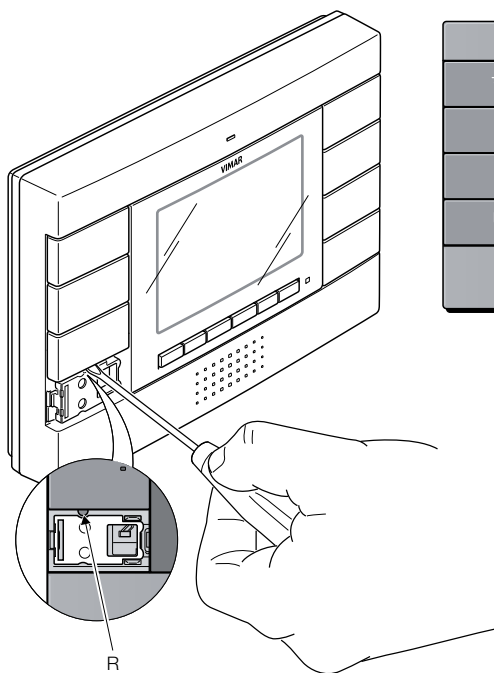

Figura 11
- Pulsar brevemente, mediante un destornillador o una pequeña herramienta, el botón **R** situado debajo de la **tecla D** (figura 11).